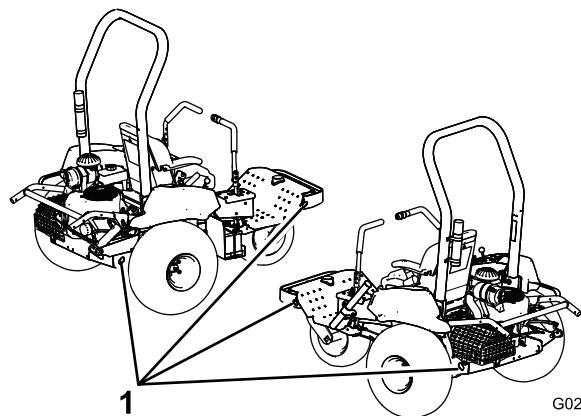

Bild 25
5. Befestigen Sie die Maschine an den Vergurtungsstellen (Bild 25) mit entsprechenden Riemern, Ketten, Kabel oder Seilen am Transportfahrzeug.